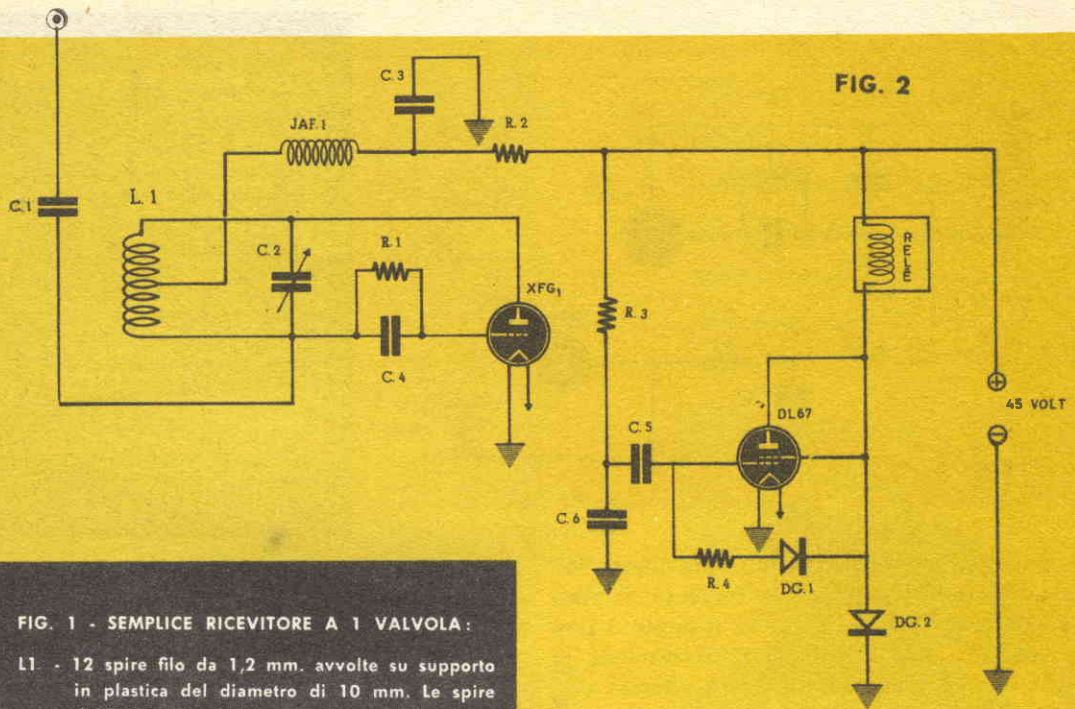

FIG. 1 - SEMPLICE RICEVITORE A 1 VALVOLA:
La valvola XFG1, triodo a gas subminiatura, è assai impiegato in telecomando. Il ricevitore della fig. 1 è un esempio classico di utilizzazione di questa triodo. Questo schema viene utilizzato per la realizzazione di ricevitori a ingombro limitato, ma gli inconvenienti sono numerosi:
- L1 - Vedi fig. 1
- L1 - vedi fig. 1 e 2